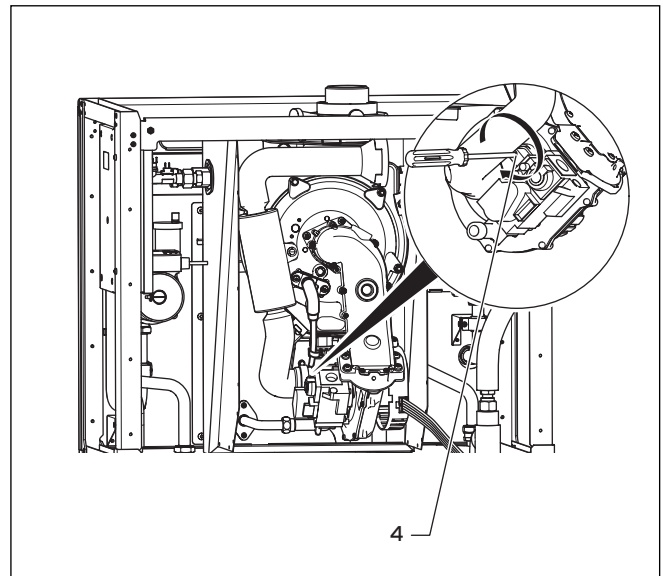

Abb. 8.5 Luftzahl einstellen
- Drehen Sie die Luftzahl-einstellschraube (**4 in Abb. 8.5**) **behutsam rechts** herum (im Uhrzeigersinn), um den CO₂-Gehalt zu verringern.